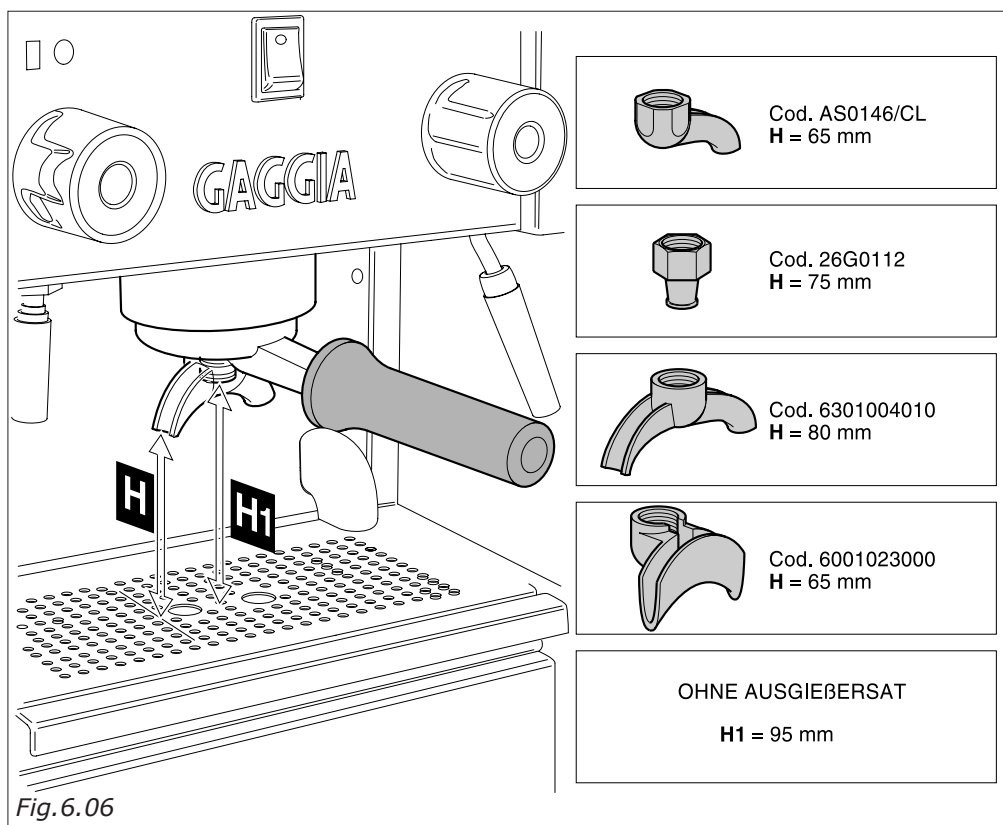

Fig.6.06
6.2 MIT AUSGIESSERSATZ. (Abb. 6.06)